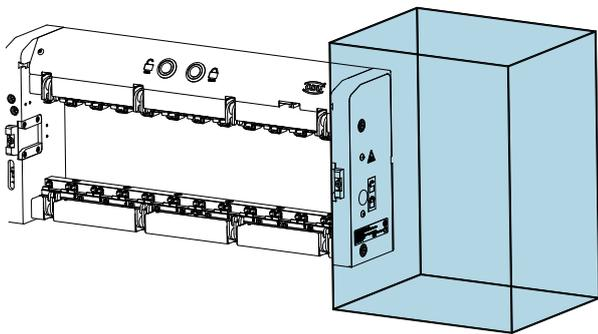

Abb.196
- Um die Notentriegelung betätigen zu können, muss bereits bei der Konstruktion darauf geachtet werden, dass ein gewisser Bereich an der Seite des Receivers frei zugänglich ist! (Abb.196)